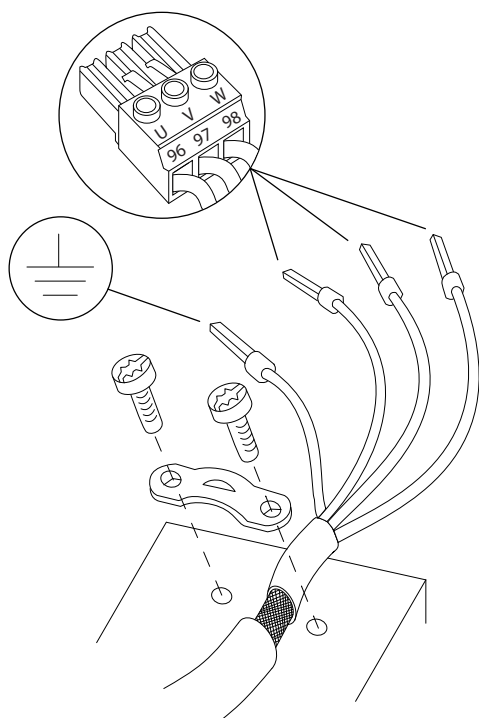
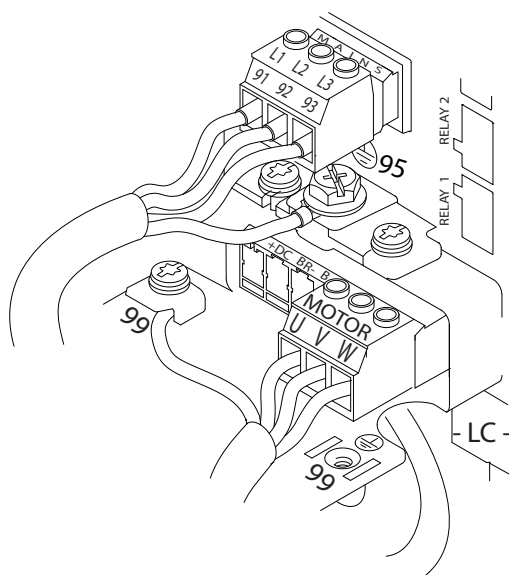

Рисунок 4.5 Подключение двигателя
Рисунок 4.6 Пример подключения кабелей двигателя, силовых кабелей и заземления
- Создайте электрический контакт между экраном кабеля и корпусом преобразователя частоты с помощью металлических кабельных уплотнений или зажимов, поставляемых с оборудованием (см. *Рисунок 4.5* и *Рисунок 4.6*).
- Подключите кабель заземления к ближайшей клемме заземления в соответствии с инструкциями по заземлению в глава 4.3 Заземление, см. Рисунок 4.5.
- Подключите проводку трехфазного двигателя к клеммам 96 (U), 97 (V) и 98 (W), см. Рисунок 4.5.
На Рисунок 4.6 показано подключение сетевого питания, двигателя и заземления для базовых преобразователей частоты. Фактические конфигурации отличаются для разных типов устройств и дополнительного оборудования.
1. Подключите проводку 3-фазного входного питания переменного тока к клеммам L1, L2 и L3 (см. *Рисунок 4.6*).